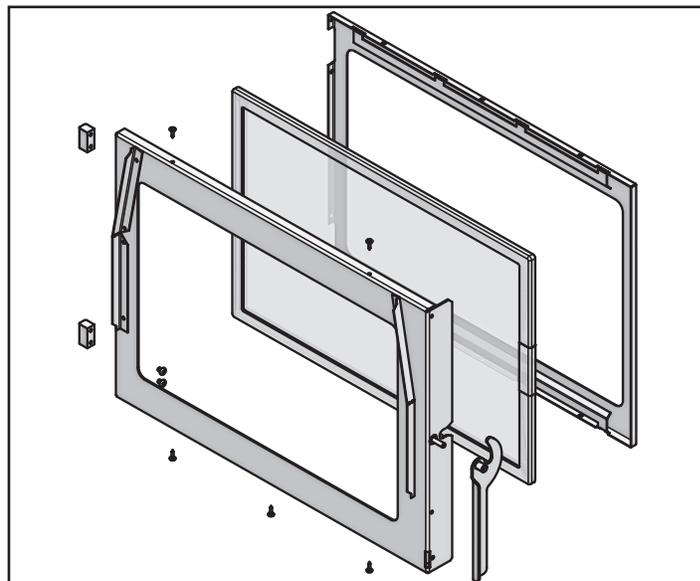

Figure 26.3
2. Utilisez un tournevis à tête cruciforme pour enlever les 4 vis (2 situées sur le dessus et 2 sur le dessous). Enlevez le support en métal et la vitre. **Figure 26.3**